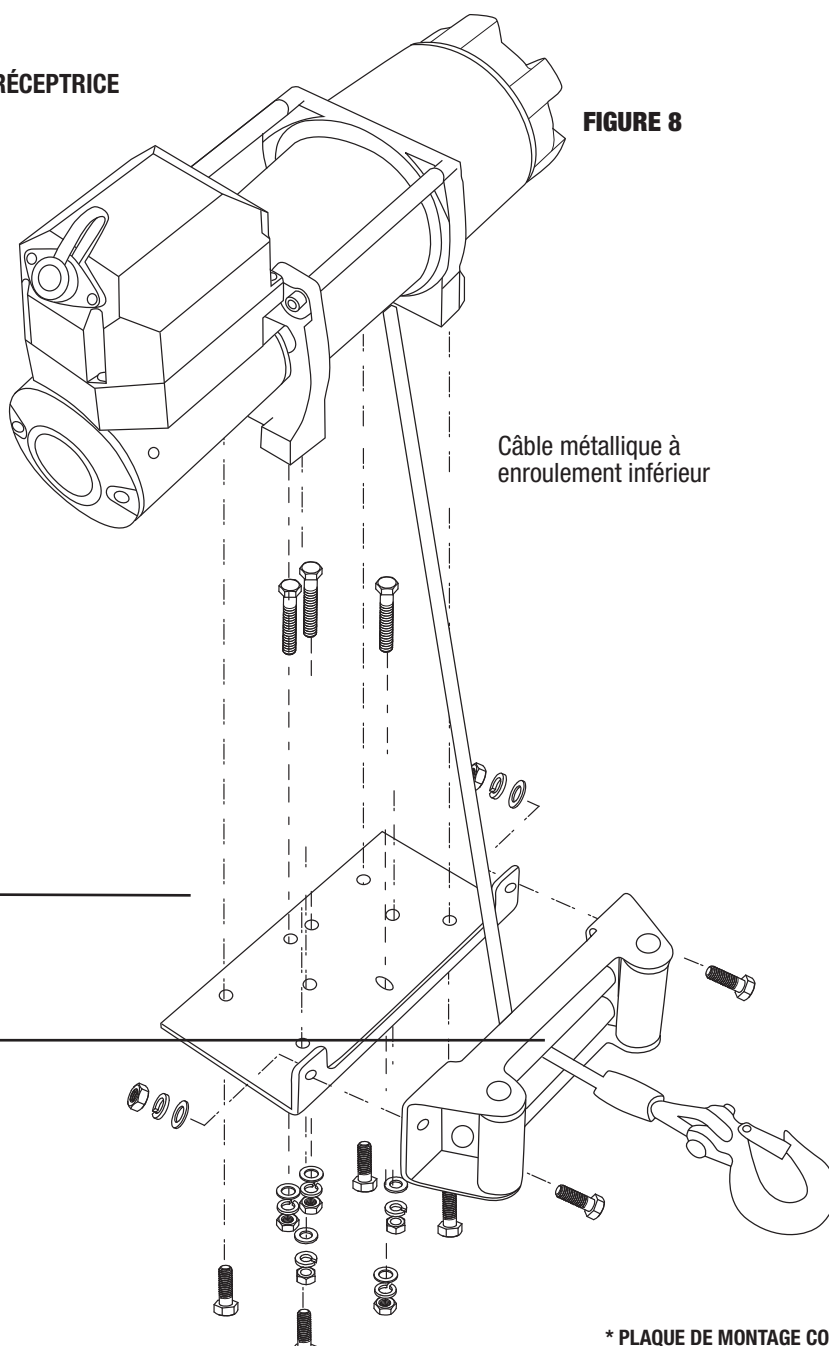

FIGURE 8
Étape 1 Fixez le treuil à la plaque de la trousse de fixation, les boulons de fixation appropriés sont fournis. Si vous utilisez les rouleaux guide-câble inclus, installez-les maintenant à la plaque de fixation. Vous devrez peut-être enlever un ou plusieurs rouleaux du guide pour y passer le câble métallique. Après cette étape, vous pouvez attacher le crochet de levage à chape. Consultez la Figure 8 pour connaître l'ordre et la direction des boulons.